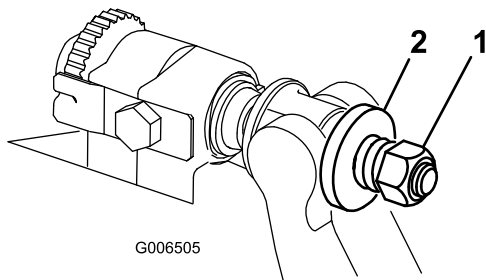

Figura 32
4. Apriete la tuerca de tensado del muelle hasta que el muelle esté comprimido del todo, luego aflójela $\frac{1}{2}$ vuelta (Figura 32).